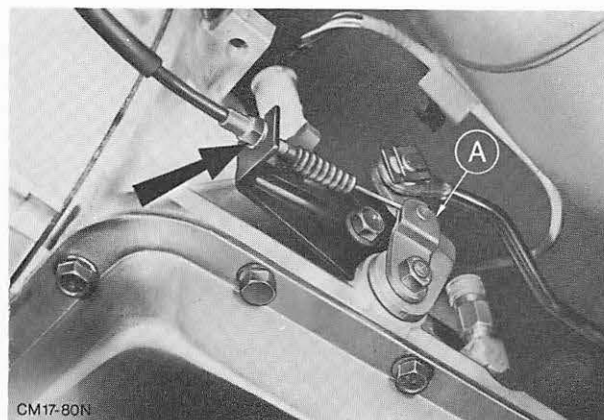

Abb. 23 Rückschaltseilzug (Kick-down)
7. Rückschaltseilzug (Kick-down) von Rückschalthebel – Getriebe und Halter abbauen. Abb. 23.